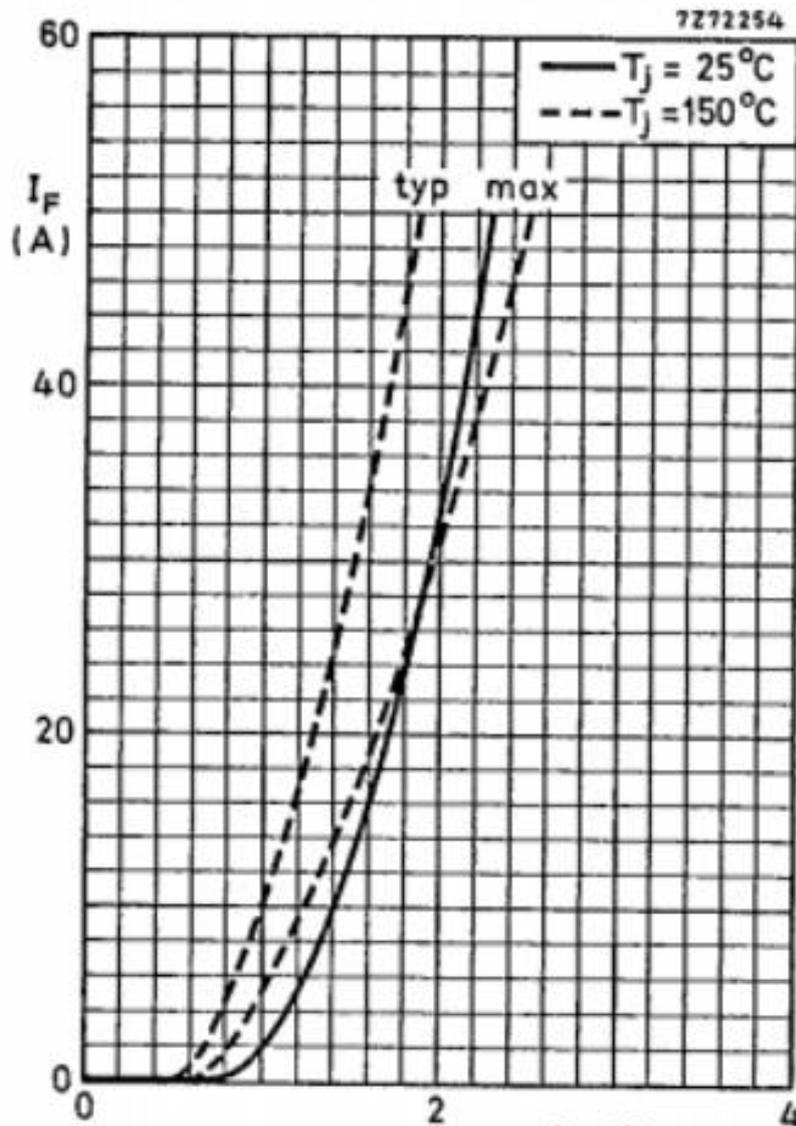

Figure 4 : Relation entre le courant I_F traversant la diode et sa tension inverse V_F .
- 9) Déterminer, à partir des courbes de la Figure 4, la chute de tension maximale aux bornes d'une diode pour le courant I_D admissible et $T_j = 25^\circ\text{C}$.